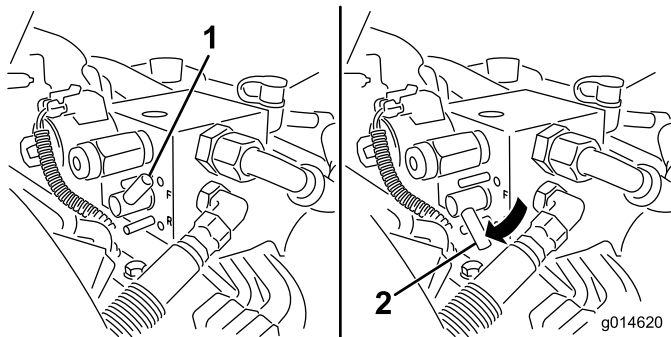

Figura 52
5. Rode a alavanca de rectificação para a posição Reverse (R) (Figura 52).